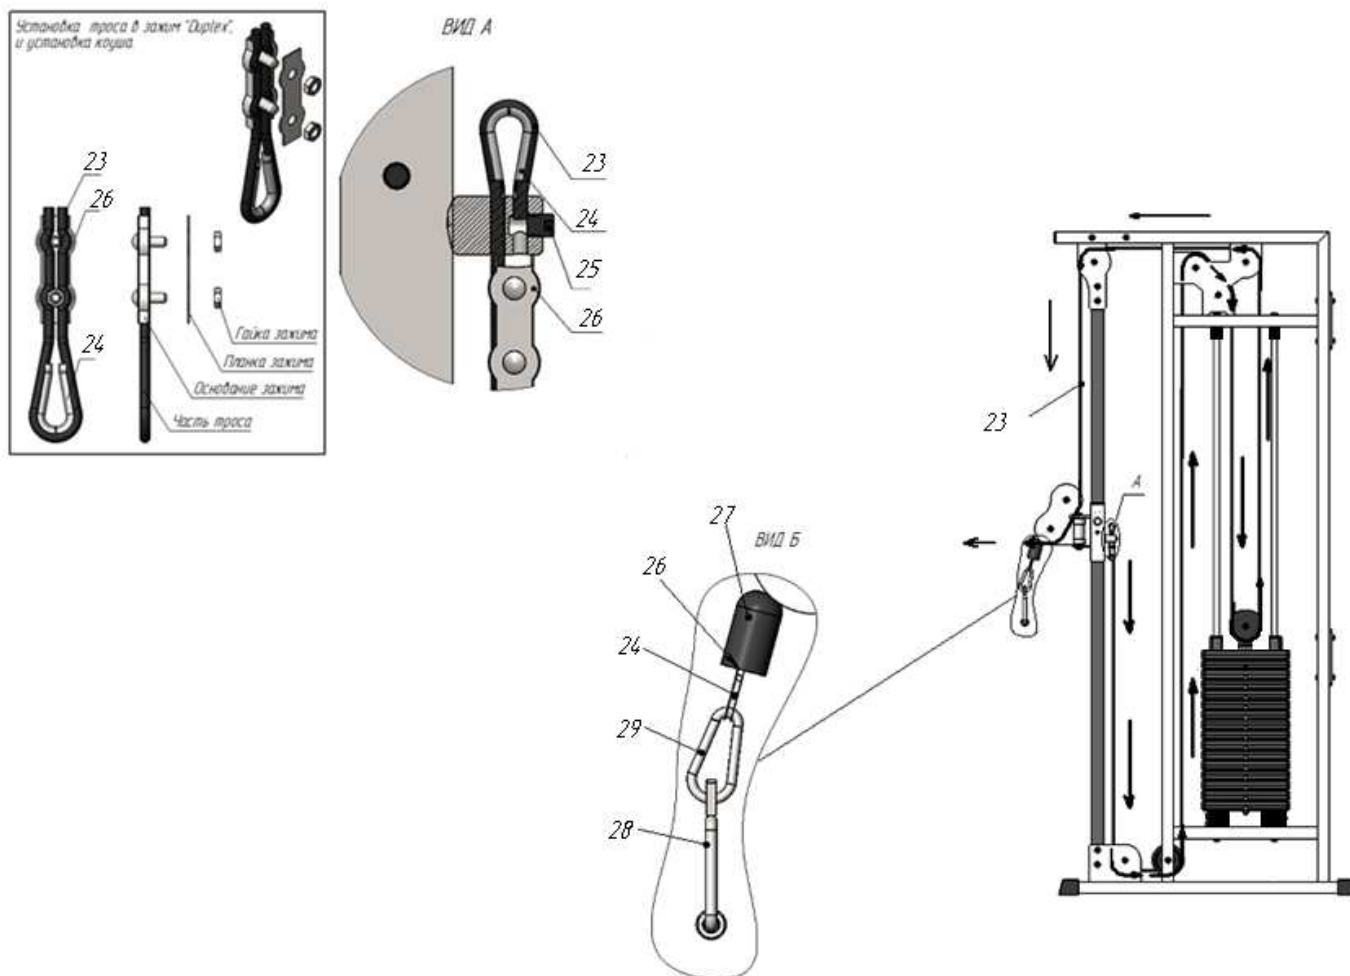

Рис. 2
2. а) Возьмите один конец троса (23) и проденьте его через отверстия в законцовке, перед тем как продеть трос через второе отверстие, обогните его вокруг коуша (24); затем в законцовку вкрутите установочный винт (25). Для более надежной фиксации троса, зажмите его в «Duplex» (26);
- в) свободный конец троса (23), проденьте в отверстие ограничителя троса (27); затем вложите трос в зажим Duplex (26), обогнув два болта с одной стороны; далее оберните трос вокруг коуша (24) и вернитесь в зажим (26), снова обогнув болты, но с другой стороны. Затяните как можно сильнее планку зажима (26). Зафиксированный конец троса скрепите с ручкой тяги (28) при помощи карабина (29) (Рис. 2). **Крепеж троса на обеих рамах аналогичен.**